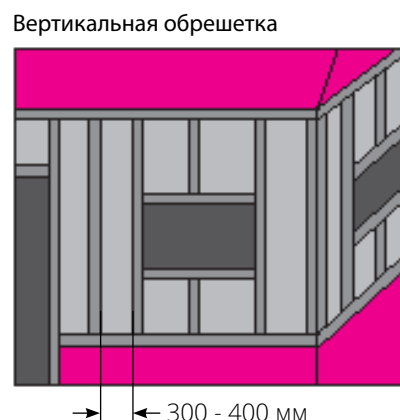

рис. 2
- для монтажа винилового сайдинга и софитов 300-400 мм (рис. 2)